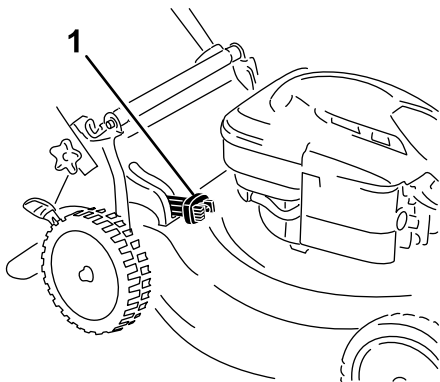

Figure 15
- **Pour ramasser les déchets d'herbe et de feuilles**, appuyez sur le bouton du levier de ramassage sur demande et déplacez le levier complètement en avant jusqu'à ce que le bouton ressorte (**Figure 15**).